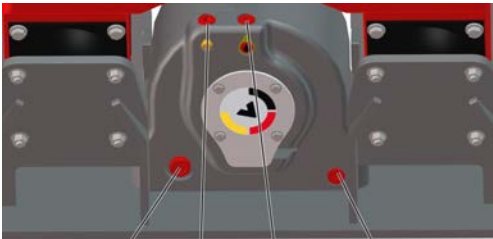

Abbildung 15: Ölstand kontrollieren/nachfüllen
- Anhand des in der Erregereinheit integrierten Öl-Schauglas Pos.4 (siehe Abbildung 15, Seite 16) den Ölstand kontrollieren.
- Zum Öl nachfüllen die Öleinfüllschraube Pos. 1 (siehe Abbildung 15, Seite 16) aus der Erregereinheit herausdrehen.
- Öleinfüllschraube Pos.1 (siehe Abbildung 15, Seite 16) mit einem neuen Kupferdichtring einschrauben und festziehen.